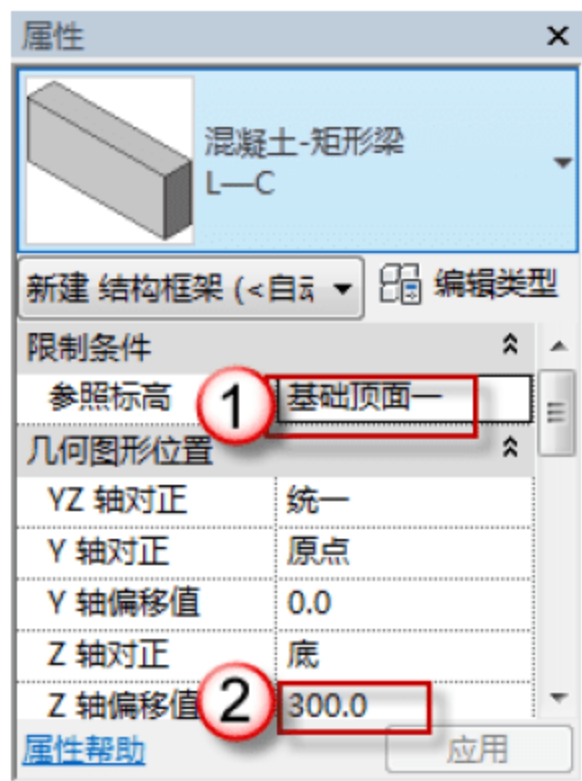
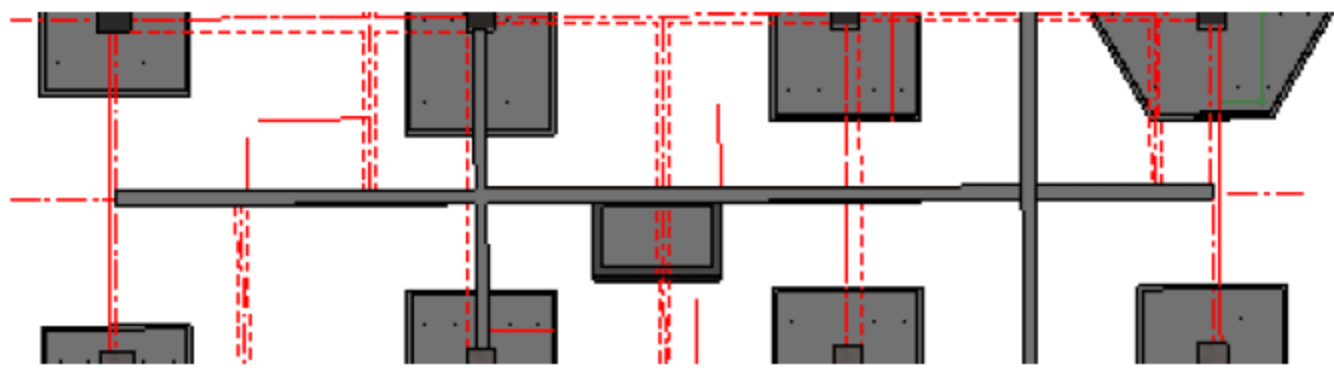

图 3.1.77 设置 Z 轴偏移值
图 3.1.78 绘制 L-C
(23) 绘制 L-C。选择“结构”→“梁”命令，在“属性”面板中调整参数标高（基础顶面一），Z 轴偏移值 300 个单位，如图 3.1.77 所示。找到 L-C 的位置从一侧向另一侧绘制，如图 3.1.78 所示。